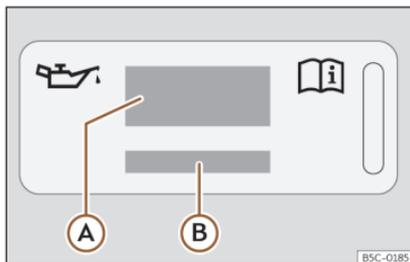
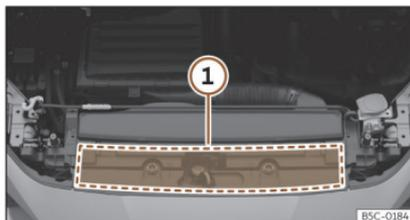

Fig. 195 Dans le compartiment-moteur : étiquette d'huile moteur
Fig. 196 Dans le compartiment-moteur : zone d'emplacement de l'étiquette d'huile moteur
Légende de la >>> fig. 195 :
Si vous devez ajouter de l'huile moteur, utilisez l'une des huiles indiquées sur l'étiquette >>> fig. 195. L'étiquette avec la norme prescrite se trouve sur l'avant du compartiment moteur >>> fig. 196 ①. Si vous utilisez l'huile moteur recommandée, vous pouvez corriger le niveau de remplissage autant de fois que nécessaire.